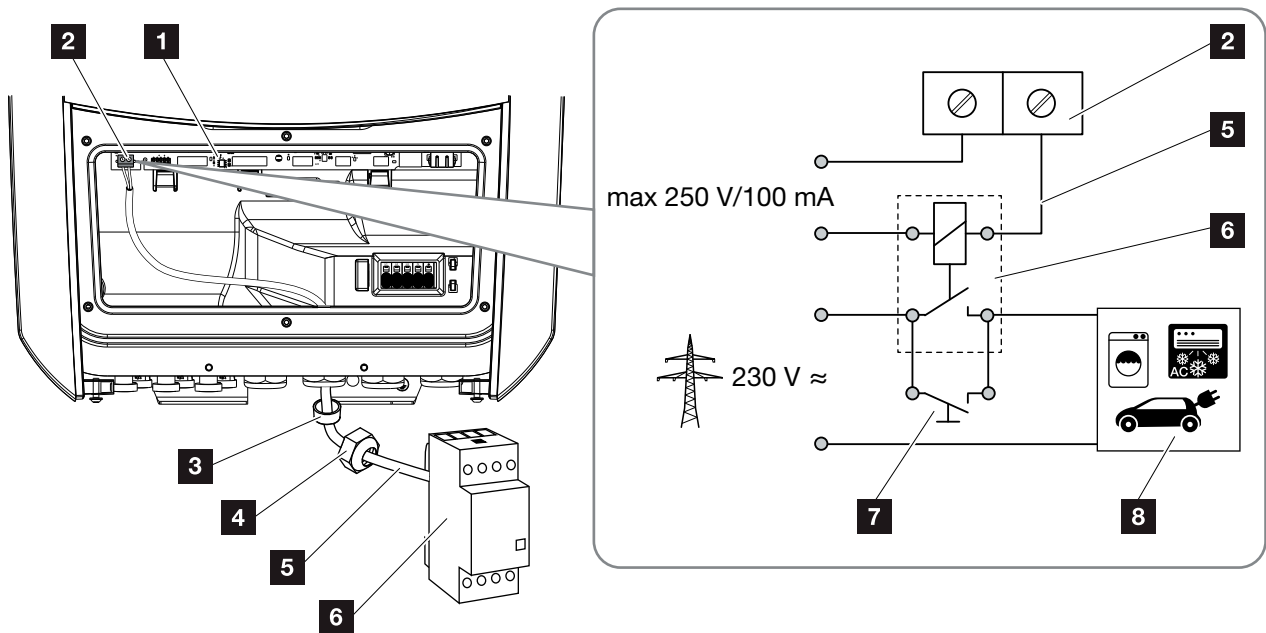

Abb. 64: Elektrischer Anschluss Eigenverbrauchssteuerung
2. Lastrelais fachgerecht an die Anschlussklemme Eigenverbrauchssteuerung am Smart Communication Board anschließen (Anzugsdrehmoment: 0,5 Nm).  **Abb. 64 Pos. 2**